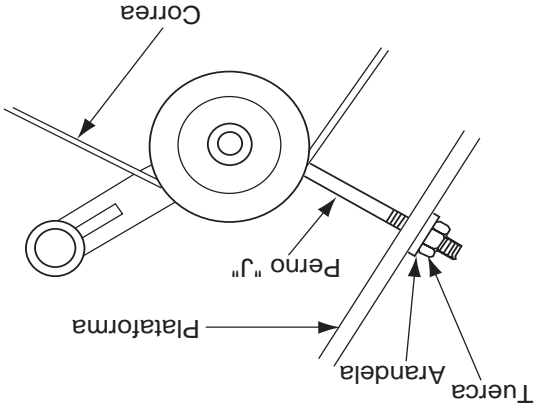

Figura 3. Ajuste de la correa de la plataforma de corte a mano derecha
3. Ajuste la correa de transmisión de la cuchilla a mano derecha con un calibrador de tensión. Ajuste la correa de modo que la misma se mueva 1/2" con 10 libras de presión. Ajuste la tensión apretando o aflojando la tuerca del perno tipo J. (Vea la Figura 3).